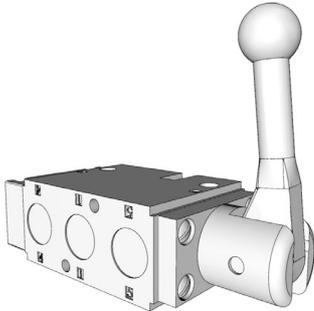

**ABB. 14**
- b. Öffnung 2 an Luftmotor der Trommel anschließen (ABB. 14).